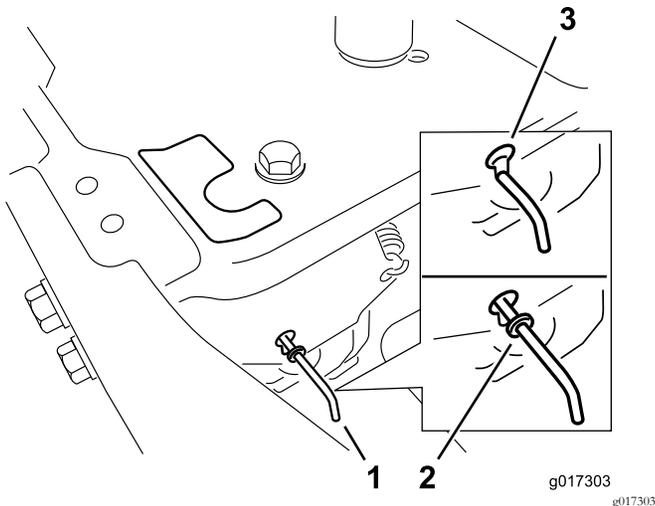

Figura 28
- Mueva las palancas de desvío hacia delante a través del orificio y hacia abajo para bloquearlas en esa posición (Figura 28).
Mueva las palancas de desvío hacia atrás a través del orificio y hacia abajo para bloquearlas en esa posición, según se muestra en la Figura 28.